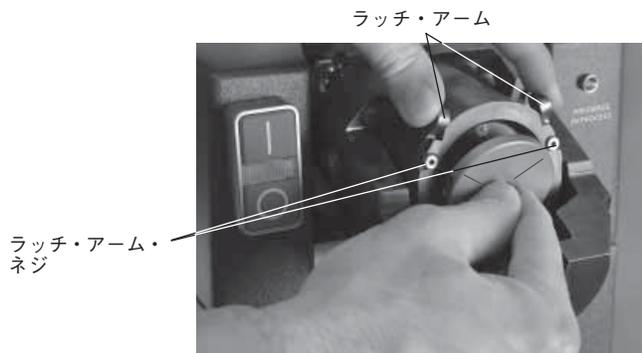
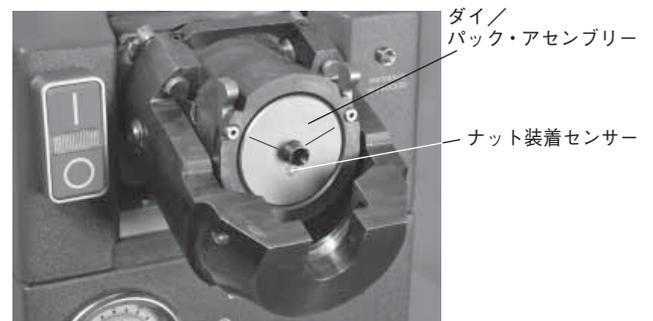

図8：ラッチ・アームを強く押す
図9：ダイ／パック・アセンブリーを取り付けた状態
2. 左右のラッチ・アームを強く押してダイ／パック・アセンブリーを接触プレート内にセットし、ダイ／パック・アセンブリー上のマークをラッチ・アーム・ネジの位置と合わせた状態で、アームから手を離します。ナット装着センサーが下を向いていることを確認します (図8／図9)。